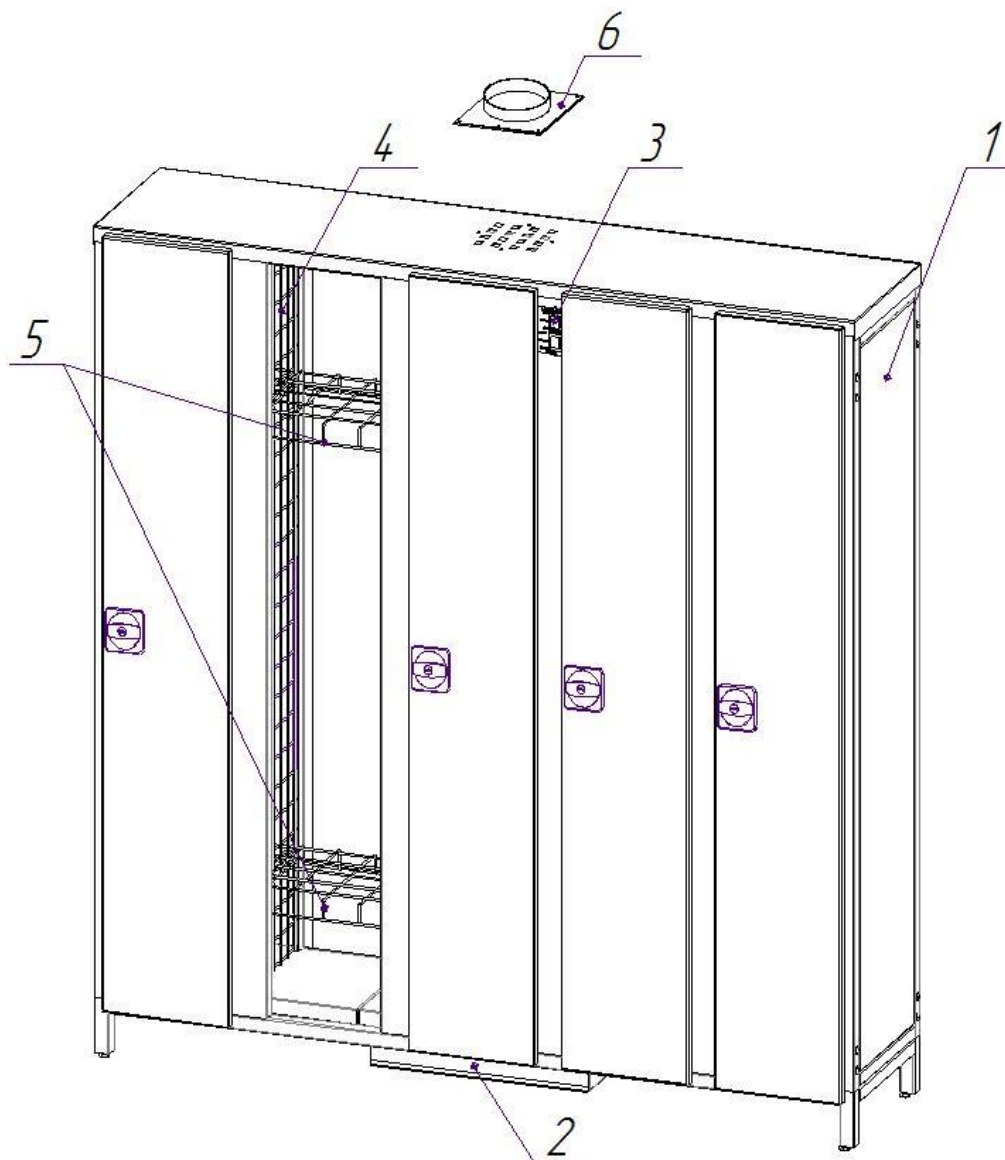

Рис. 1 Шкаф сушильный KIDBOX 5 в сборе
- 3.1 Шкаф сушильный (рис.1) состоит из металлического корпуса (поз.1), разделенного по ширине на пять секций с пятью дверями, каждая из которых запирается на индивидуальный замок.